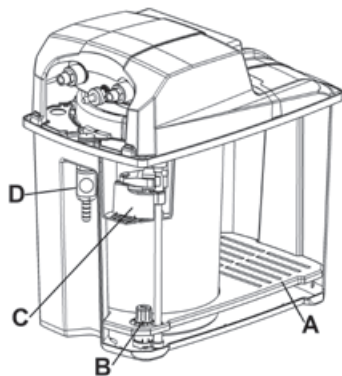

FIG. 1
**LEGENDA (fig. 1):**
**LEGEND (fig. 1):**